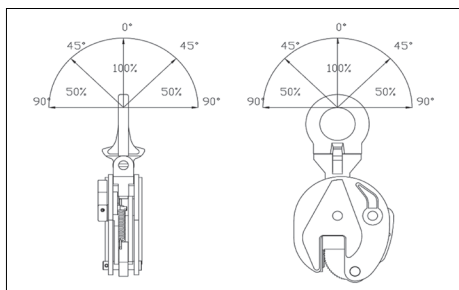

Fig. 9
**⚠ ATENÇÃO:** No caso de tração em ângulo, a carga de trabalho deve ser reduzida de acordo com o diagrama da Fig. 9.